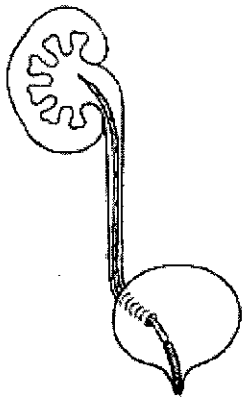

Fig. 1
2. Cuando se confirme fluoroscópicamente la presencia de la punta flexible de la guía y el extremo proximal del stent en la pelvis renal, estabilice el posicionador, afloje la conexión bloqueable y retire suavemente la guía para que pueda formarse la espiral de retención en la pelvis renal (Fig. 1).